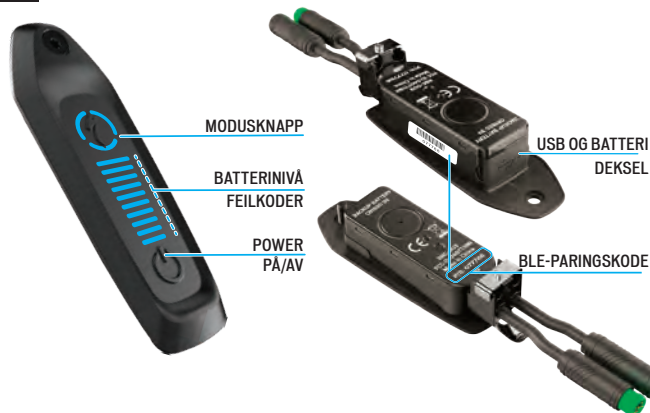

Fig. 8.1
- Drivinnstillingsmodusene er vist rundt S-knappen (modus) (Fig. 8.1). Trykk på S-knappene for å bla gjennom modusene (Fig. 8.8).